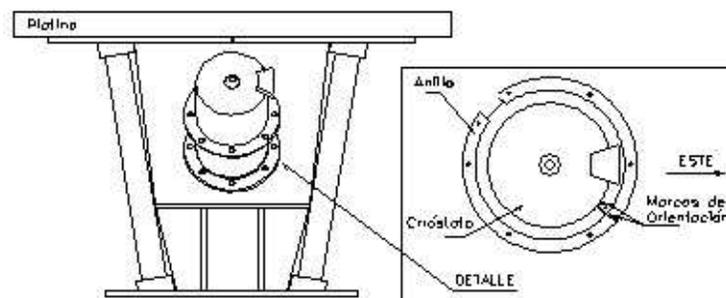

Figura 13. *Orientación del CCD en el Instrumento.*
Para el ajuste de posicionamiento del crióstato del detector CCD Site 3 con el puma es necesario hacer coincidir las marcas en la brida del crióstato (P) y en el anillo (una raya) (ver figura 13).